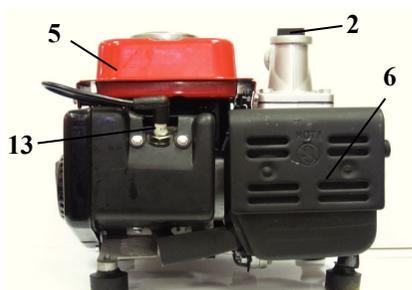

Рис. 1
Общий вид мотопомпы схематично представлен на рис. 1:
7.2.1 Демонтируйте крышку воздушного фильтра 9 (рис. 1). Выньте фильтрующий элемент.
6.1 Перед началом работы залейте в насосную часть 1 (рис. 1) воду до уровня входного патрубка 8 (рис. 1). Подсоедините всасывающий и напорный рукава. На конце всасывающего рукава установите фильтр.
6.3.1 Откройте топливный кран 11 (рис. 1).
6.3.2 Перевести рычаг управления воздушной заслонкой 13 (рис. 1) до упора в положение «Закрыто» при пуске холодного двигателя и в промежуточное при пуске прогретого двигателя.
6.3.3 Установите рычаг регулировки оборотов 12 (рис. 1) в центральное положение между положением «Минимально» и «Максимально».
6.3.5 После прогрева двигателя в течение времени около 10-40 секунд, в зависимости от начальной температуры, переведите рычаг воздушной заслонки 13 (рис. 1) в положение «Открыто», и рычаг регулировки оборотов 12 (рис. 1) в положение «Минимально», если при этом двигатель работает неустойчиво вернуть рычаг воздушной заслонки в прежнее положение и обеспечить завершение прогрева двигателя.
6.3.2 Перевести рычаг управления воздушной заслонкой 12 (рис. 1) до упора в положение «Закрыто» при пуске холодного двигателя и в промежуточное при пуске прогретого двигателя.
6.3.5 После прогрева двигателя в течение времени около 10-40 секунд, в зависимости от начальной температуры, переведите рычаг воздушной заслонки 12 (рис. 1) в положение «Открыто», если при этом двигатель работает неустойчиво вернуть рычаг воздушной заслонки в прежнее положение и обеспечить завершение прогрева двигателя.
6.4.1 Переведите рычаг регулировки оборотов двигателя 12 (рис. 1) в положение «Минимально».
6.4.2 Нажмите выключатель 10 (рис. 1) и удерживайте его в утопленном положении до полной остановки двигателя.